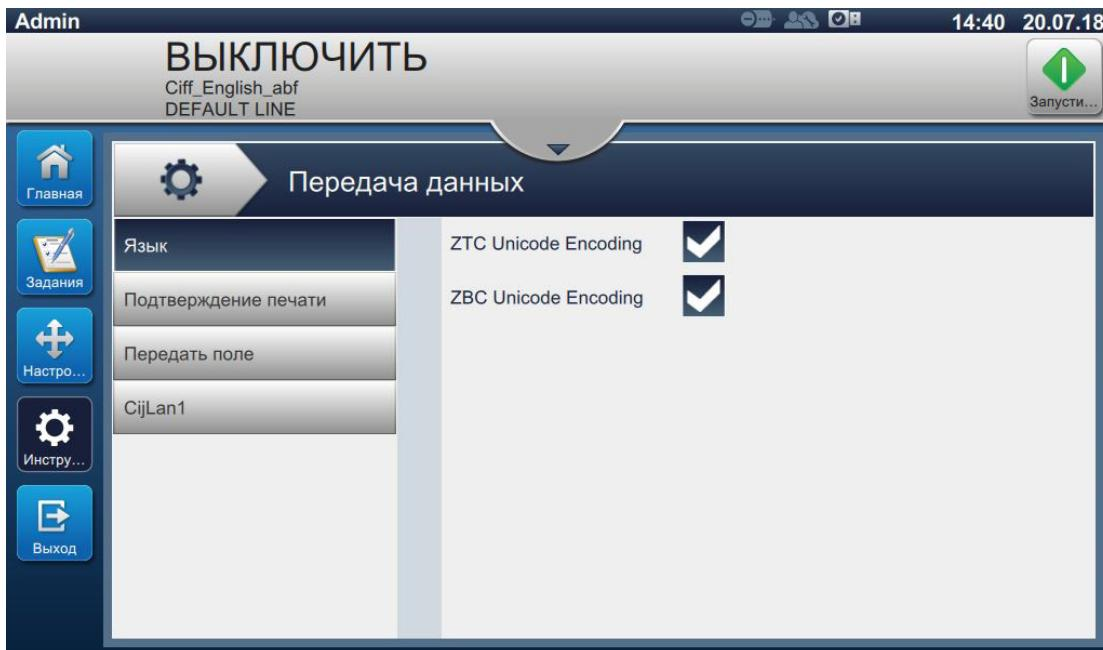

Рис. 6-16: Экран «Обмен данными»
- Нажмите кнопку  на экране «Инструменты». Откроется экран «Обмен данными», как показано на Рис. 6-16.